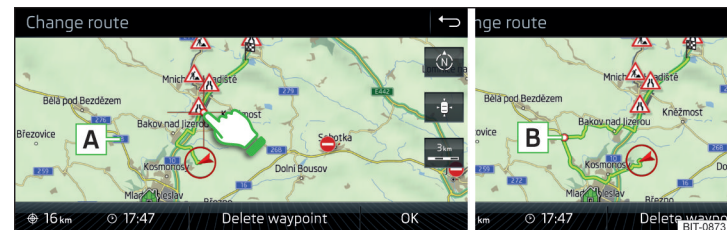

Abb. 236 Routenänderung in der Karte / Routendurchfahrtspunkt
- Den Bildschirm im Routenbereich berühren und den Kreuzpunkt auf die gewünschte Stelle in der Karte (z. B. A) » Abb. 236) verschieben.
Der Durchfahrtspunkt B » Abb. 236 wird in die Route eingefügt. ►